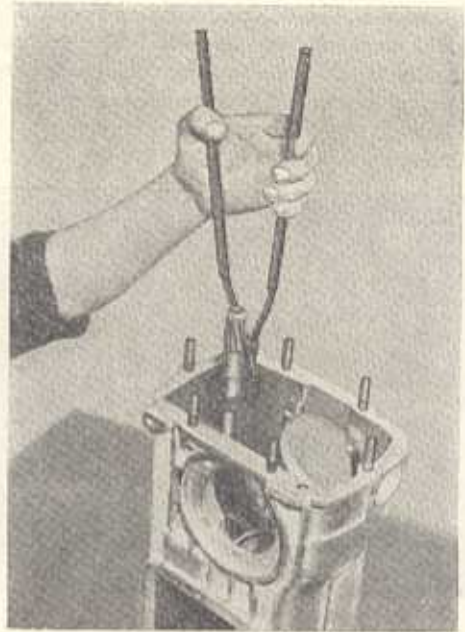

Bild G 25. Abnehmen des Sicherungsringes für mittleres Rillenkugellager der Antriebswelle
3. Beide Sicherungsringe vor dem mittleren Rillenkugellager der Antriebswelle mit einer Sicherungsringzange (Schenkellänge 270 mm) abnehmen (Bild G 25). Schulterring entfernen.